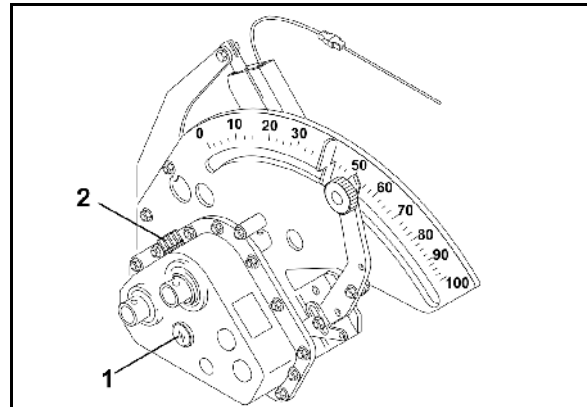

Fig. 42
2. Der Ölspiegel muss im Ölauge (Fig. 42/1) sichtbar sein.
6. Das Variogetriebe durch den Öleinfüllstutzen (Fig. 42/2) bis zum Ölauge (Fig. 42/1) mit Getriebeöl befüllen.
7. Öleinfüllstutzen nach dem Befüllen mit der Kappe (Fig. 42/2) verschließen.